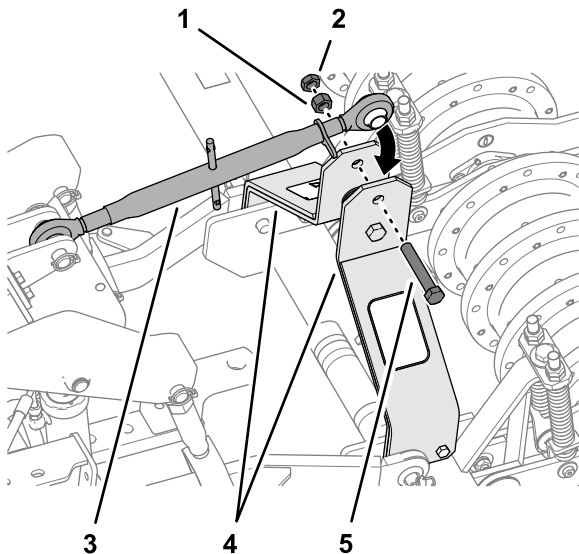

Figura 18
6. Montate l'altra estremità dell'attacco a 3 punti superiore sui bracci di sollevamento dell'arieggiatore (Figura 18) con il bullone ($\frac{3}{4}$ " x 4"), il dado ($\frac{3}{4}$ ") e il controdado ($\frac{3}{4}$ ").